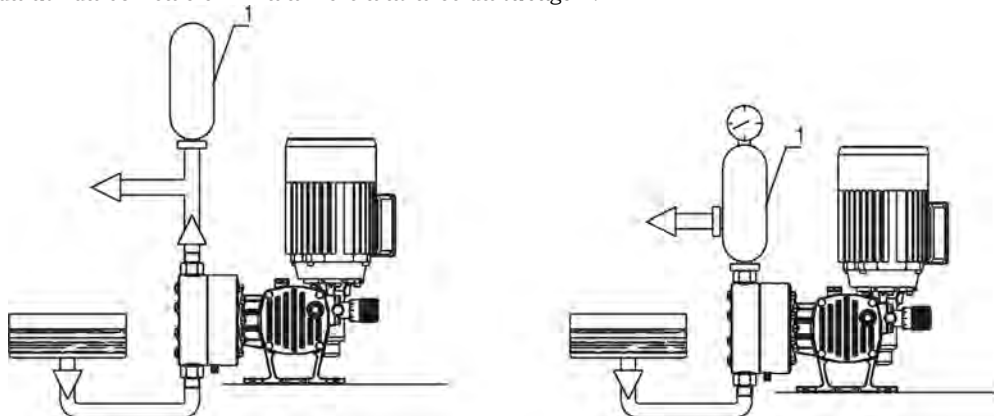

Fig. 5 – Layout do amortecedor de pulsação
5.3.3 Amortecedor de Pulsação (Dampener) - (Ref.1 - Fig.5)